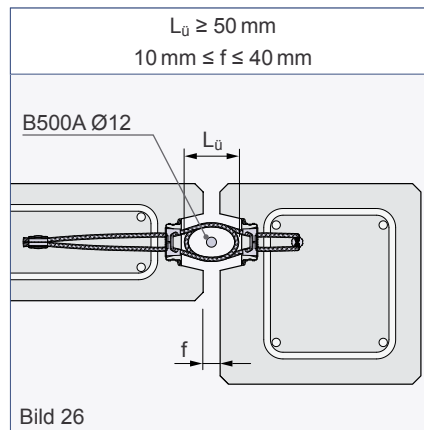
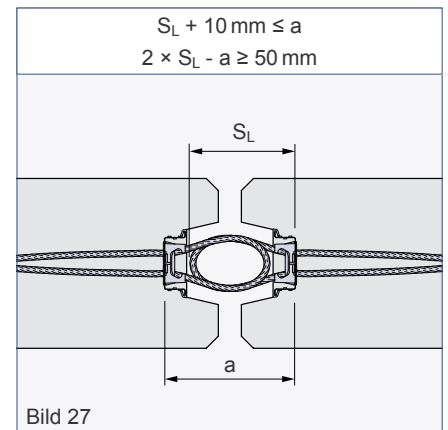

Bild 26
Bild 27
① Bitte beachten Sie bei der Auswahl der Schlaufenlänge, dass die Übergreifungslänge eingehalten wird (siehe Seite 10, Bild 26).
① Bitte beachten Sie bei der Auswahl der Schlaufenlänge (wird ab Aussparungsboden gemessen), dass die Übergreifungslänge eingehalten wird (siehe Seite 10, Bild 26).
① Bitte beachten Sie bei der Auswahl der Schlaufenlänge (wird ab Schienenboden gemessen), dass die Übergreifungslänge eingehalten wird (Seite 10, Bild 26).
② Die angegebenen Artikelnummern gelten für die Schienenbreite 50 mm. Für die Breiten 60 mm oder 85 mm muss an das Ende der Artikelnummer 60 oder 85 hinzugefügt werden.
Die Verbindungsschleife und -schiene funktioniert nach dem Prinzip des Übergreifungsstoßes und wird bündig oder vertieft in einer Nut eingebaut. Die Nuttiefe ist entsprechend der Schlaufenlänge und Schienenhöhe zu wählen. Die Schlaufen müssen sich gegenüberliegen und einander überlappen (Bild 27). Für den Einbau des Bewehrungsstahls Ø12 mm ist eine Mindestübergreifung der Seilschlaufen von  $L_{\bar{u}}$  einzuhalten (Bild 26).